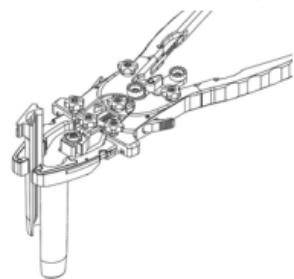

Abbildung 4
- Setzen Sie die kaudalen und cephalischen Klingen ein, indem Sie sie von oben in die seitlichen Schlitze am Retraktorkörper einführen, bis sie einrasten (Abbildung 4).